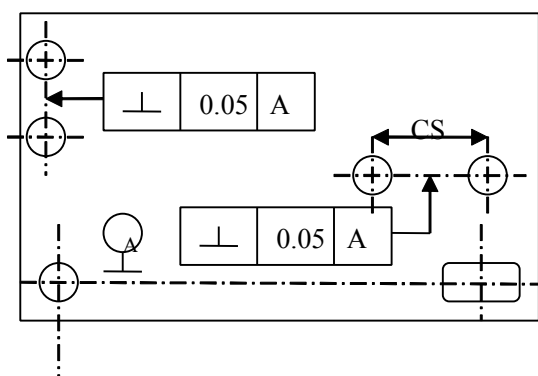

图 7
3.4.1 元件插孔中心连线的平行度或垂直度如图 7 所示。
3.4.2 元件插孔的中心距 CS 见图 7 示：